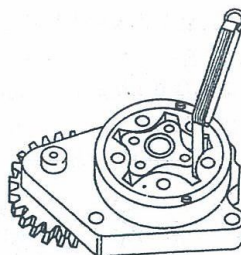

图 1-392 测量齿轮顶部间隙
- 6) 塞尺测量齿轮顶部间隙, 见图 1-392。最小值为 0.025mm、最大值为 0.1778mm。